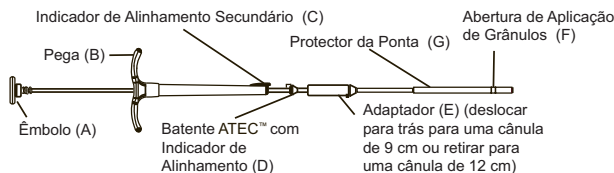

Figura 1
- Mantenha o alinhamento correcto dos indicadores (C e D na Figura 1) com a câmara de extracção de amostra ao distribuir compressas.
INSTRUÇÕES DE UTILIZAÇÃO (Consulte a Figura 1)